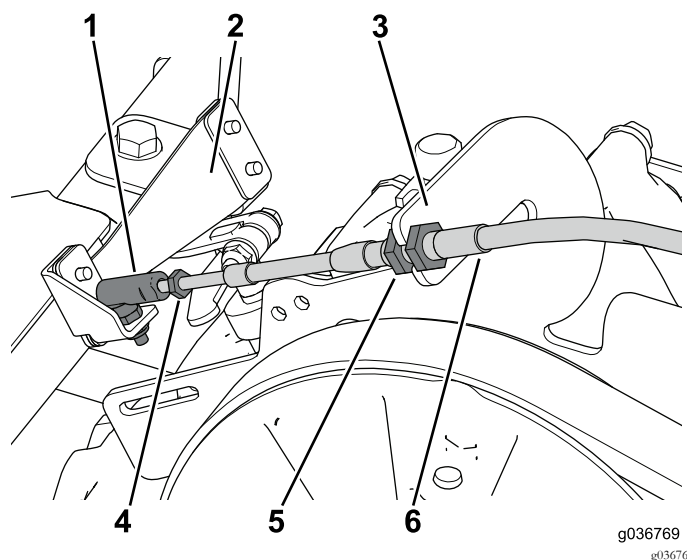

Figure 35
2. Vissez la rotule sur le câble et fixez-la au bras de l'inverseur de marche (Figure 35).